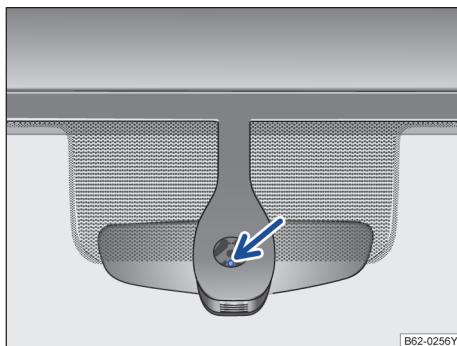

图 76 雨量传感器的传感表面。
雨量传感器的**传感表面内** → 图 76 发生故障和误读的可能原因有：
**💡** 定期清洁雨量传感器的传感表面，然后检查刮水片是否损坏 → 图 76（箭头）。